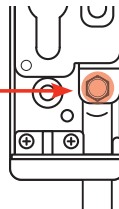

Abb. 8
6. Untere Riegelstange (Länge: 1350mm) am Schlosskasten verschrauben (1x Sechskantschraube für Riegelstange). (Abb. 8)